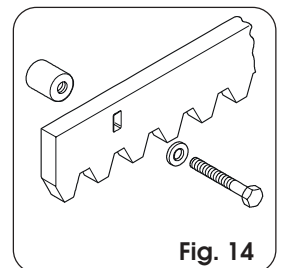

Fig. 14
4.4.2. CREMAGLIERA DI ACCIAIO AD AVVITARE (Fig. 14)